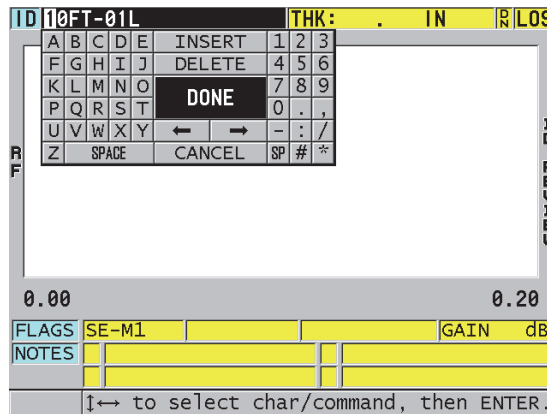

Figura 11-28 Modificación del ID #
4. Pulse nuevamente la tecla **[ID#]** y modifique el valor del ID (ver Figura 11-28 en la página 234).